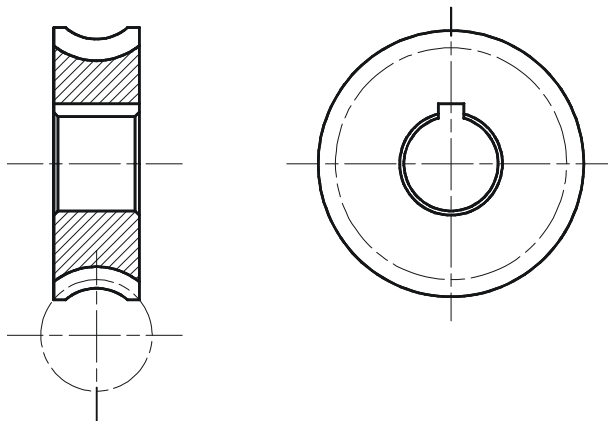

图 7-2-7
STEP 07 在图 7-2-6 的主视图中填充剖面线。效果如图 7-2-7 所示。
单击“确定”按钮结束填充命令即可，效果如图 7-2-7 所示。